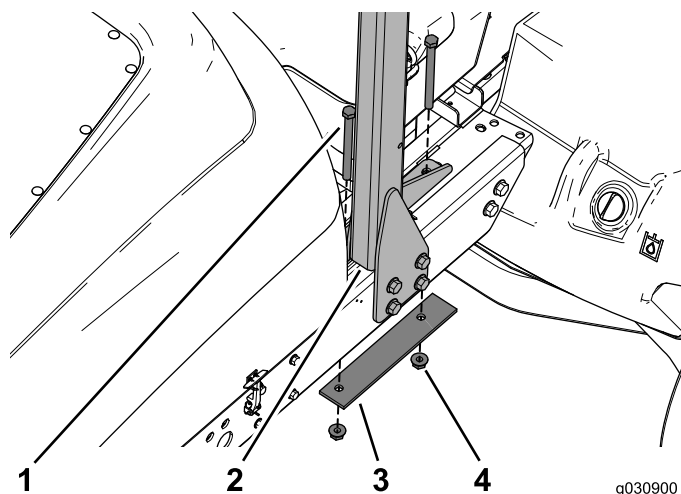

Figura 5
6. Disponete la piastra del cablaggio preassemblato e il vano batteria in modo da poter rimuovere i 2 bulloni, la piastra di rinforzo e i dadi flangiati che fissano il ROPS alla parte superiore del telaio (Figura 5).